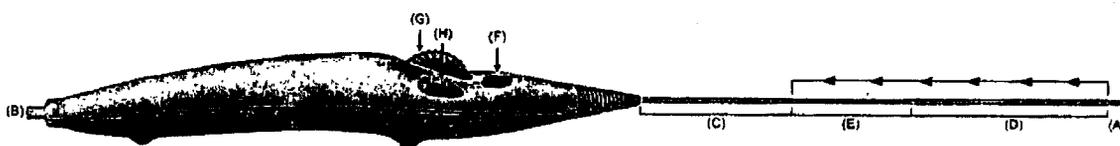

Figura 1: Sistema de stent venoso
- Un sistema de aplicación triaxial sobre cable (Figura 1) compuesto de un conjunto de tubo internos que contienen el lumen guía, una vaina de introducción del stent (D + E) y una vaina estabilizadora del sistema (C), que están unidas por un mango.